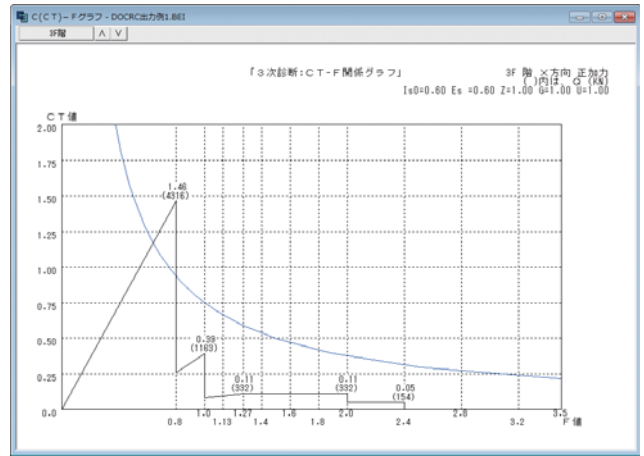

図16 Cr-F関係グラフ
- ・C-F図やCr-F図の出力により、建物の耐震性能の確認が容易にできます。必要C-F曲線の表示も行います。画面のほか、計算書にも出力します。画面では、グラフの表示色、線種の変更ができます。(図16)